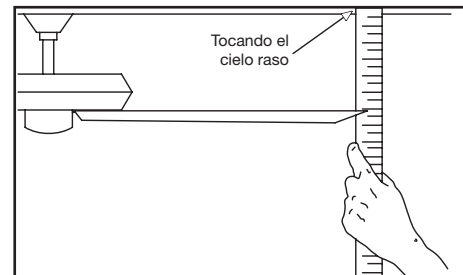

Figura 19
2. La mayoría de los problemas de oscilación del ventilador se deben a que las aspas no están al mismo nivel. Verifica este nivel seleccionando un punto en el techo sobre la punta de una de las aspas. Mide desde un punto en el centro de cada aspa al punto en el techo. Mide esta distancia como se muestra en la Figura 19. Gira el ventilador hasta que la siguiente aspa quede en posición para medir. Repite el procedimiento para cada aspa. Las desviaciones de la medición no deben pasar de 1/8" (3.2 mm). Enciende el ventilador por 10 minutos.